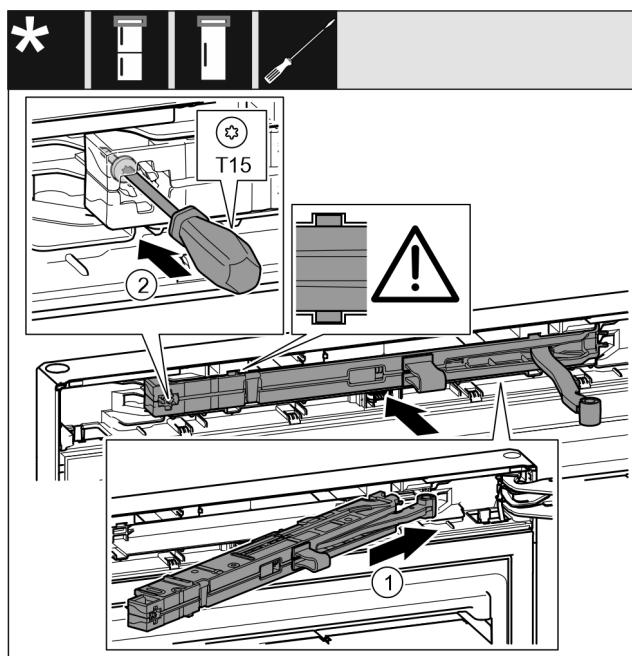

Fig. 52
- Schließdämpfereinheit Fig. 52 (1) auf der Lagerbockseite bis zum Anschlag schräg in die Aussparung einschieben.
- Schraube Fig. 52 (2) mit einem Schraubendreher festschrauben.